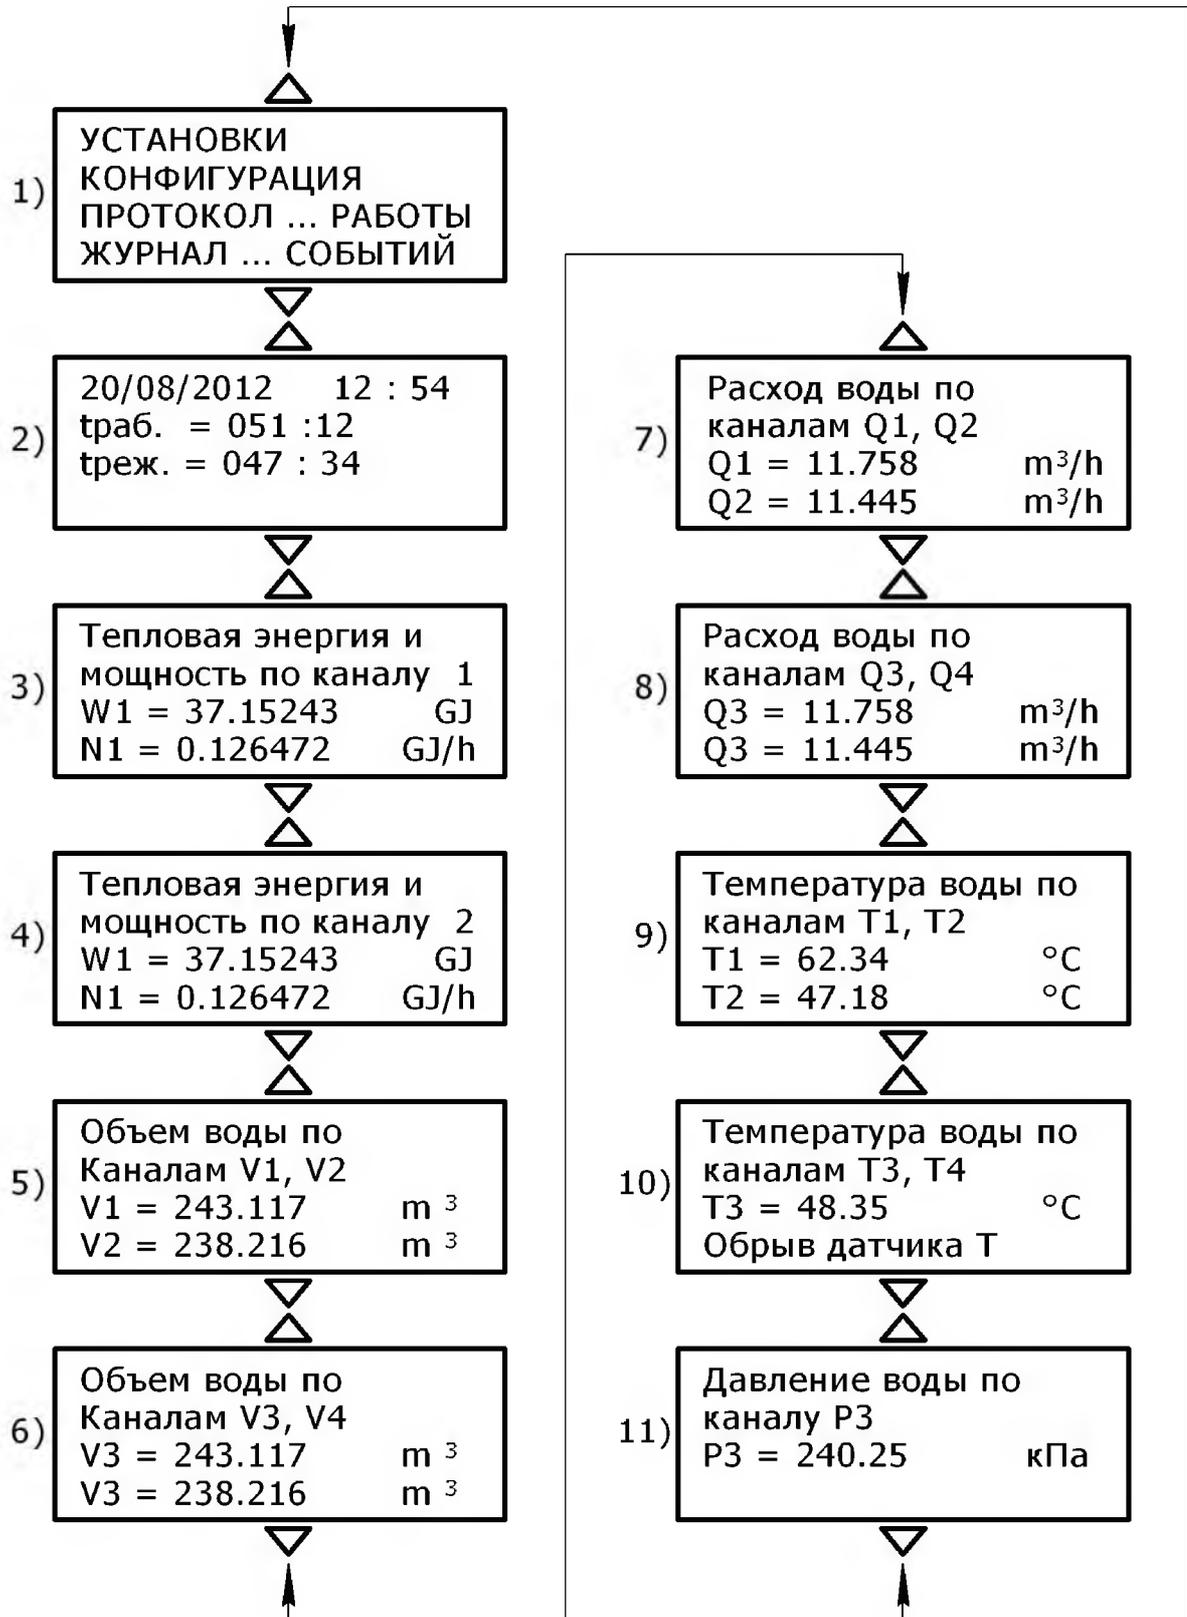

Рисунок 1
После тестирования вычислителя индикатор ! гаснет и на дисплее индицируется текущая дата и время (поз. 2 рисунок 1).
Вся информация о работе вычислителя организована в виде системы сообщений и меню, отображаемых на дисплее вычислителя. Просмотр сообщений осуществляется клавишами «▲» (вверх) и «▼» (вниз), для входа в меню используется клавиша «E» (вход). Клавиша «R» (возврат) используется для выхода из меню, а также для перехода к индикации текущей даты и времени (поз. 2 рисунок 1). Схема переходов между сообщениями со ссылками на пункты РЭ показана на рисунке 1. Количество сообщений зависит от выбранной схемы учета тепла и наличия задействованных каналов измерения параметров теплоносителя.
Текущая дата и время (поз. 2 рисунок 1) являются первым сообщением, которое появляется на дисплее после тестирования вычислителя при включении питания. Данное сообщение можно получить последовательным нажатием клавиши «R», находясь в любом меню и при индикации любого сообщения.
Потребленные тепловая энергия и мощность **W1** и **N1** (поз. 3 рисунок 1), а также **W2** и **N2** (поз.4 рисунок 1) индицируются с начала отчетного периода как в стандартных единицах СИ (GJ), так и в единицах, принятых в теплоэнергетике (Gcal). Переход от одних единиц к другим осуществляется при помощи любой из клавиш «◀» или «▶» во время индикации тепловой энергии.
Объемы воды по каналам **Vm1**, **Vm2** (поз. 5 рисунок 1) индицируются с начала отчетного периода и могут быть представлены либо в единицах объема ( $\text{м}^3$ ), либо в единицах массы (t). Переход от одних единиц к другим осуществляется при помощи любой из клавиш «◀» или «▶». По достижении даты отчетного периода накопленные объем и масса воды по каналам **Vm1**, **Vm2** записываются в месячный архив, а их текущие значения обнуляются.
Объем воды по каналу **Vm3** (поз. 6 рисунок 1), в зависимости от конфигурации, индицируется аналогично каналам **Vm1** и **Vm2**. Объем воды по каналам **V1**, **V2**, **V3** и **V4** индицируется с начала отчетного периода только в единицах объема. По достижении даты отчетного периода накопленные объемы воды по каналам **V1**, **V2**, **V3**, **V4** записываются в месячный архив, а их текущие значения обнуляются.
Расходы воды **Q1**, **Q2** (поз. 7 рисунок 1) по каналам **Vm1**, **Vm2**, **V1**, **V2** рассчитываются по накопленному объему за интервал времени, заданный «установкой» «Время расчета Q1 (Q2)», и могут быть представлены либо в единицах объема,  $\text{м}^3/\text{h}$ , либо в единицах массы, t/h (каналы **Vm1**, **Vm2**). Переход от одних единиц к другим осуществляется при помощи любой из клавиш «◀» или «▶».
Расход воды **Q3** (поз. 8 рисунок 1), в зависимости от конфигурации, индицируется аналогично каналам **Q1** и **Q2**. Расход воды **Q4** по каналу **V4** рассчитывается аналогично расходам **Q1**, **Q2** и индицируется только в единицах объема,  $m^3/h$ .
Температура воды (поз. 9 рисунок 1) по каналам **T1**, **T2** рассчитывается по данным от резистивных датчиков температуры за интервал времени 10 с. Температура воды по каналам **T3**, **T4** рассчитывается по данным датчиков температуры с токовым выходом за интервал времени 10 с. В случае отсутствия датчика температуры (или обрыва линии связи с датчиком) вместо данных температуры индицируется сообщение «Обрыв датчика T».
Давление воды по каналу **P3** (поз.11 рисунок 1) может быть изменено с помощью датчика давления с токовым выходом или задано константой, которая при выпуске из производства устанавливается равной 400 кПа и, при необходимости, может быть изменена представителем сервисной организации через меню «КОНФИГУРАЦИЯ» по данным манометра в месте установки датчика расхода по каналу **V3**.
Сервисные функции вычислителя включают в себя просмотр конфигурации (исполнения) счетчика, выбор требуемых параметров работы вычислителя, получение протокола работы счетчика, просмотр и распечатку аварийных ситуаций. Управление сервисными функциями осуществляется с помощью четырех меню: «УСТАНОВКИ», «КОНФИГУРАЦИЯ», «ПРОТОКОЛ...РАБОТЫ», «ЖУРНАЛ...СОБЫТИЙ» (поз. 1 рисунок 1).
Уставка «Автоиндикация» задает время отображения (в секундах) сообщений дисплея позиций 2 – 11 рисунок 1. При значении данной уставки «00» режим автоиндикации отменяется, просмотр данных при этом осуществляется в ручном режиме клавишами «▲» и «▼». Минимальное значение времени автоиндикации – 2 с, максимальное – 99 с. При ненулевом значении времени автоиндикации нажатие клавиш «▲» или «▼» приводит к однократной задержке автоматического отображения сообщений на время 300 с.